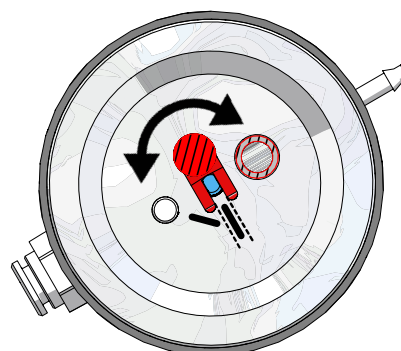

図 13
- ⇒ 25 ~ 70  $\mu\text{m}$  のブラストタンクと一致するように、流入ノズルを調節しなければなりません (図13)！